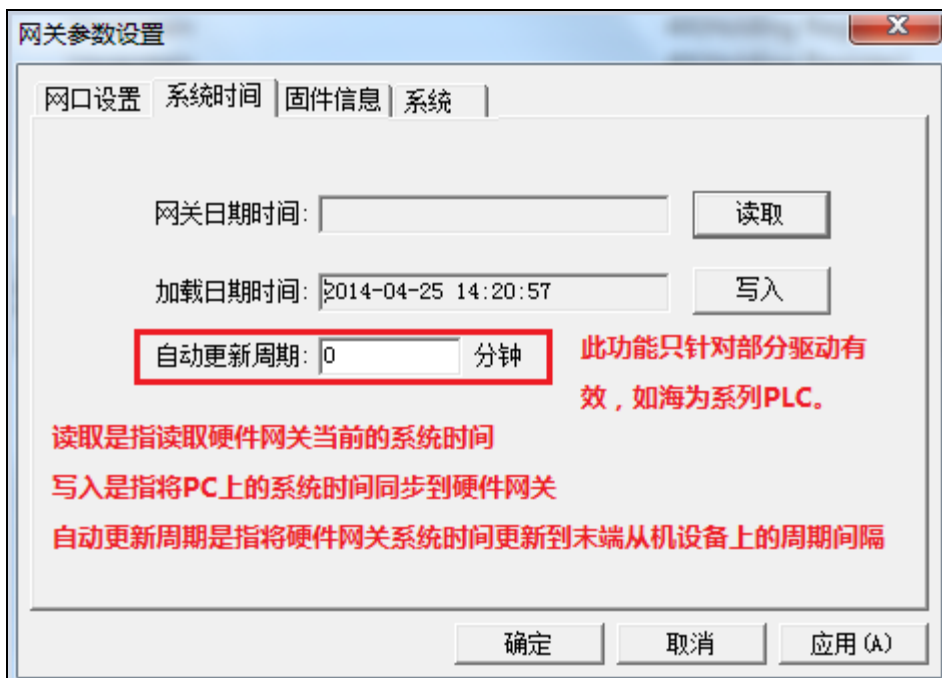

图 3-9-4 系统时间设置
**系统时间：**能够读取硬件网关当前系统时间，如果时间与正常时间不匹配，可以点击“写入”功能刷新硬件网关系统时间，自动更新周期是指将硬件网关的系统时间更新到底层末端设备上的周期间隔，如图 3-9-4 所示。